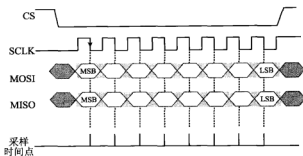

图 5.14.5 CPOL=0, CPHA=1
c) $CPOL=0, CPHA=1$ 的情况如图 5.14.5 所示。
如图 5.14.5 所示,初始时刻 SPI 接口处于空闲状态,SLCK 线保持在低电平状态。当 CS 跳变至低电平之后,开始数据传输。可以看到,数据在 SCLK 线的一个脉冲周期中的第 2 个边沿(此处是负跳变)得到传输。总结起来就是,当 $CPOL=0$ 且 $CPHA=1$ 时,SCLK 呈现正脉